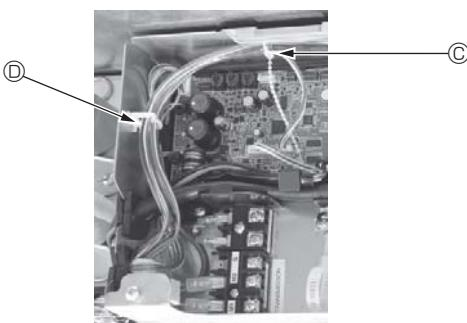

Fig. 5-15
- Plaats overtollige verbindingsbedraging van de i-See-sensor en signaalontvanger in de schakeldoos en in de bedradingsklem zoals aangegeven in de tekening en bind de bedrading samen met de clip. (Fig. 5-15)